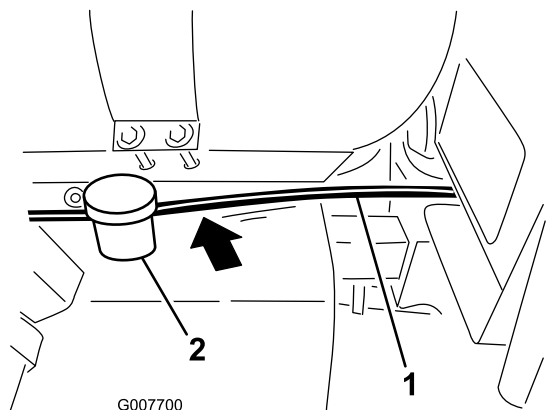

图10
- 将软管向前伸出泡沫标记组件支架，穿过药缸下面和油箱后面，与现有接线一起布置在座椅箱下面的区域（图10）。